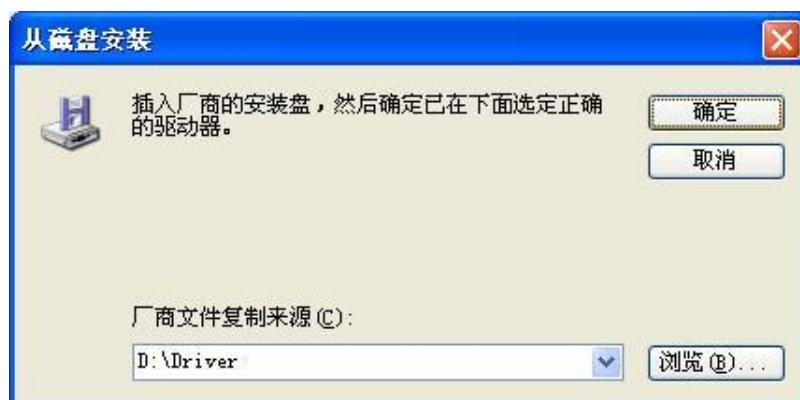

图 2-7 运动控制器驱动程序安装界面 7
(7) 选择 GT800 后点击“打开 (O) ”，此时如图 2-7 所示。